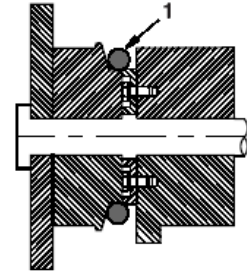

Рис. 128
5. Поместить новую уплотнительную прокладку (1, рис. 128) в канавку для уплотнительной прокладки.